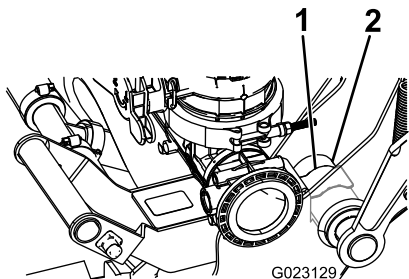

Figure 24
- D. Poussez jusqu'à ce que le clip élastique s'enclenche sur le tube de pivot, comme montré à la Figure 24.